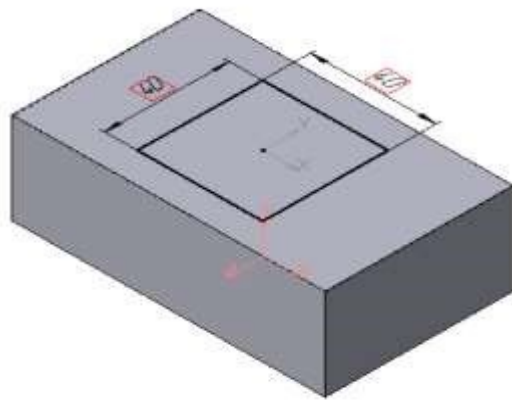
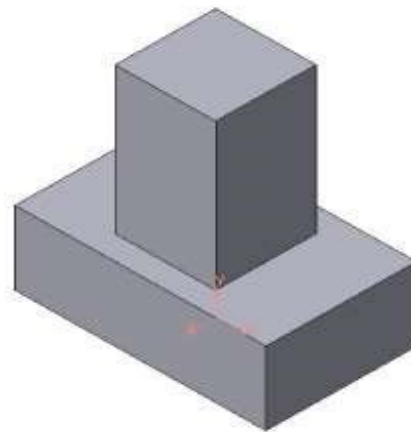

Рисунок 16.3 – Эскиз призмы
Рисунок 16.4 – Операция приклеивания элемента
3. Для построения верхнего элемента детали – прямоугольной четырехгранной призмы на верхней плоскости основания вычертите эскиз – квадрат со сторонами *40 мм* (рисунок 16.3) и приклейте призму выдавливанием на *50 мм* (рисунок 16.4).